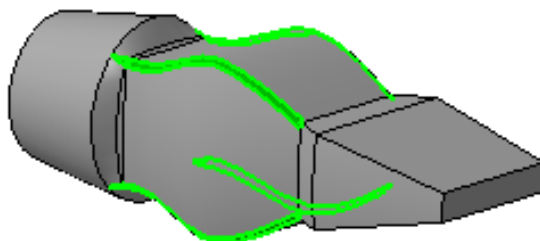

Рис. 11.17. Операция округлений ребра сопряжений
16. Выберите команду **Скругление** . Укажите выделенные на рисунке ребра сопряжения. Задайте величину радиуса **1 мм**. Завершите команду. Аналогично скруглите остальные ребра модели (рис. 11.17).